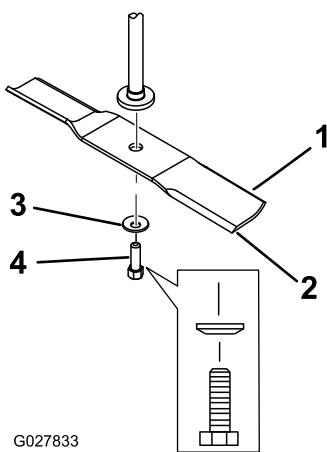

Figura 64
2. Retire del eje el perno de la cuchilla, la arandela curva y la cuchilla (Figura 64).
- Instale la cuchilla en el eje (Figura 64).
- Instale la arandela curva (con la copa hacia la cuchilla) y el perno de la cuchilla (Figura 64).